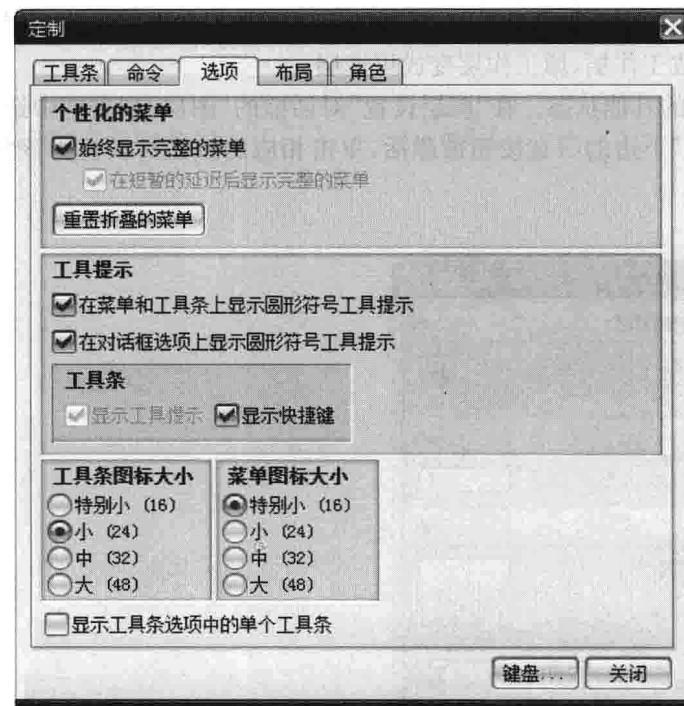

图 1.13 个性化设置菜单和工具条
(3) 打开“选项”选项卡，在对话框的上半部分可以设定菜单的显示方式及提示功能，在对话框的下半部分可以设置工具条和菜单图标的大小，如图 1.13 所示。